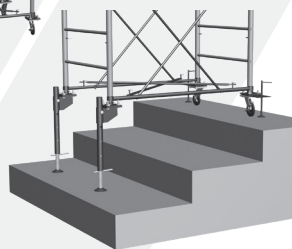

рис. 8
Установив при помощи комплекта крепежа колес (12) регулируемые опоры (15), вышку можно использовать для работы на лестничных маршах (рис. 8). Для дополнительной устойчивости вышки, обязательно используйте съемные винтовые опоры (14).